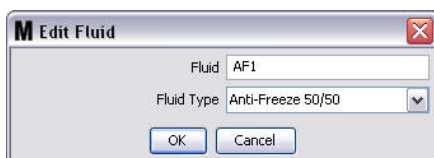

图 98
7. 单击“修改”按钮显示图 98 中所示的编辑流体屏幕。完成更改时，单击“确定”关闭屏幕和保存更改。